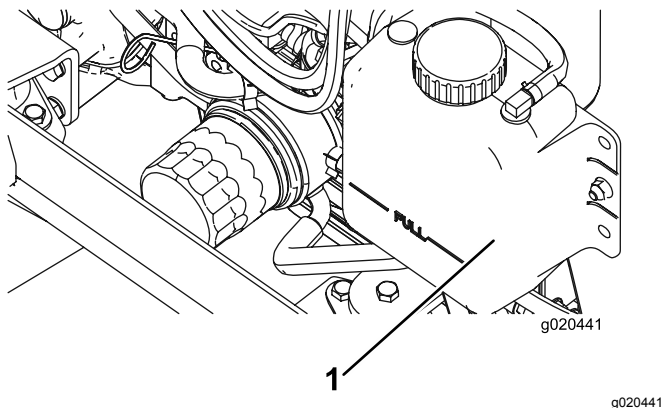

Bild 97
1. Nehmen Sie den Kühlerdeckel und den Deckel des Ausdehnungsgefäßes vorsichtig ab (**Bild 97**).